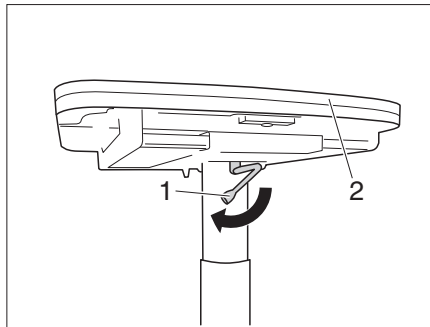

Fig. 107 Bajar la mesa
- Girar la palanca de bloqueo (Fig. 107,1) hacia la izquierda. El bloqueo está abierto.
- Presionar el tablero de mesa (Fig. 107,2) del centro hacia abajo, y mantenerlo presionado.
- Girar la palanca de bloqueo (Fig. 107,2) hacia la derecha. La mesa elevadora está bloqueada.